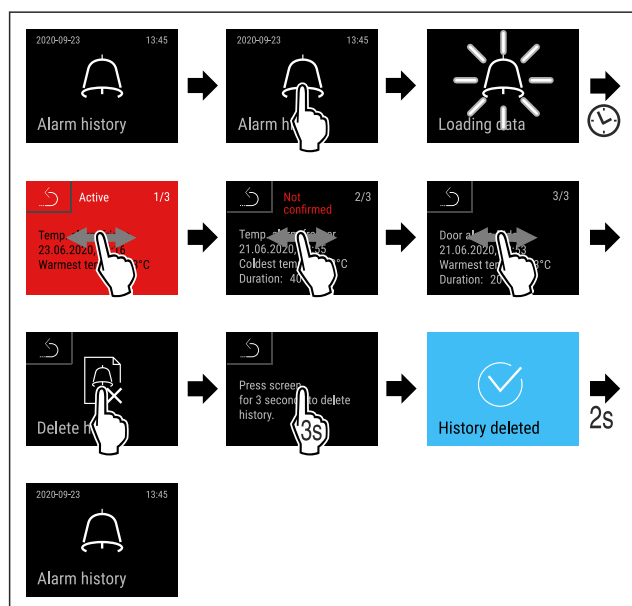

Fig. 157
- ▶ Handlungsschritte (siehe Fig. 157) durchführen.